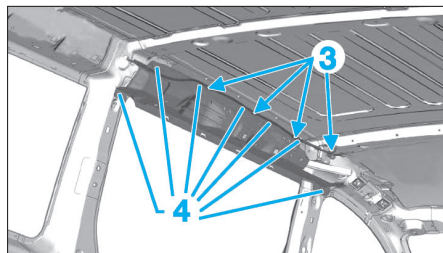

Fig. 96
- Dégager le faisceau (3) situé derrière le déflecteur.
- Déposer les vis (4).
- Déposer le coussin gonflable latéral (Fig.96)